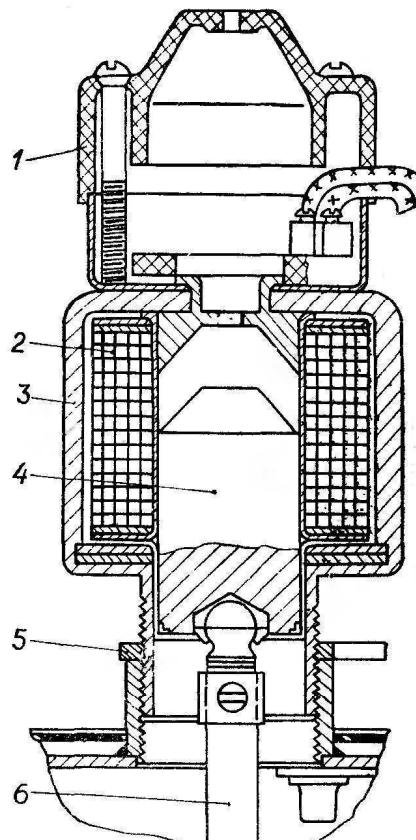

Рис. 11. Тяговое реле выбора третьей или четвертой передачи:
Тяговое реле (рис. 11) состоит из корпуса 3, катушки 2, якоря 4 с тягой 6. Корпус реле вкручивается во втулку корпуса механизма переключения передач и фиксируется спецгайкой 5.
1. Навернуть до отказа контргайку 5 (рис.11) и отсоединить провод от реле.